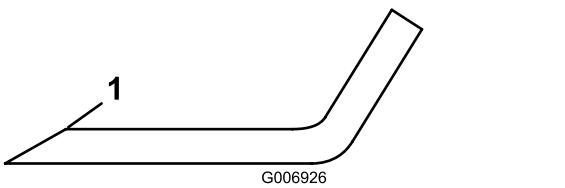

Figura 66
5. Controllate i taglienti di tutte le lame, e affilatevi se fossero ottusi o scheggiati. Affilate soltanto la parte superiore del tagliente e mantenete l'angolo di taglio originale per garantire l'affilatezza (Figura 66).
6. Se smussato o scheggiato, affilate soltanto la parte superiore del tagliente e mantenete l'angolo di taglio originale (Figura 66).